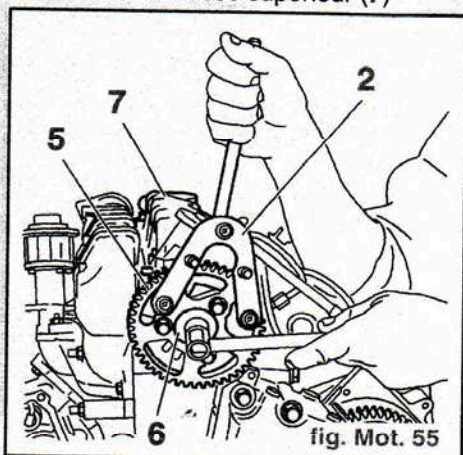

fig. Mot. 55
- le moyeu d'arbre à cames (6) à l'aide de l'outil (2) 6016-T (fig. Mot. 55)
- le pignon d'arbre à cames (5)
- le couvre-culasse supérieur (7)
de son joint), serrer à 1 daN.m (fig. Mot. 55)